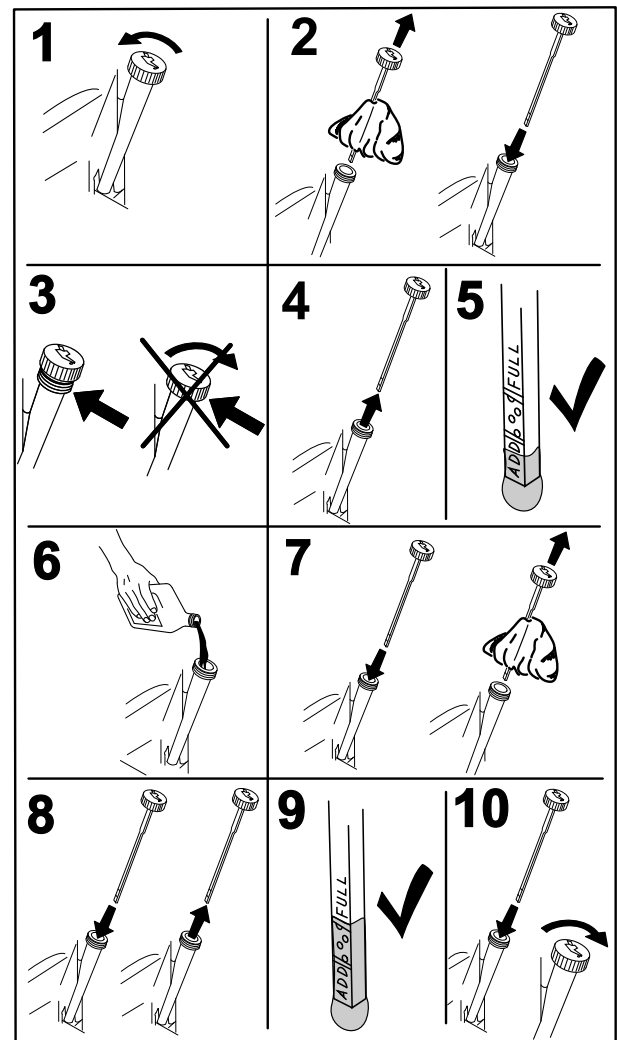

Bild 39
3. Reinigen Sie den Bereich um den Ölfüllstuzendeckel bzw. den Ölpeilstab vor dem Abnehmen, damit kein Schmutz oder Schnittgut usw. in den Motor gelangt (Bild 39).